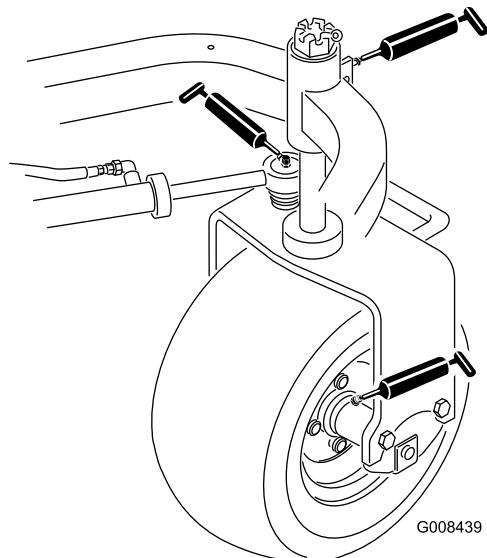

図 41
- ・ 後ホイール・ハブ（1ヶ所； 図 41）
- ・ キャスター・ベアリング（1ヶ所； 図 41）
- ・ ステアリング・シリンダ（2ヶ所； 図 41）